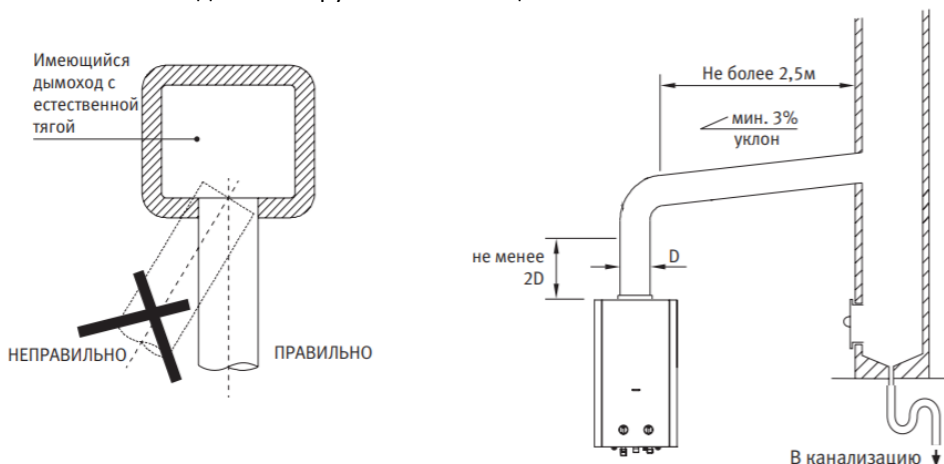

Рис.8
- Длина присоединительного участка должна по возможности быть как можно более короткой, с горизонтальным участком не более 2,5 м (см. рис.8);
- На выходе из водонагревателя присоединительный участок перед поворотом должен иметь вертикальный отрезок длиной не менее двух диаметров патрубка подключения дымохода (см. рис.8);
- После вертикального отрезка труба присоединительного участка должна иметь постоянный восходящий уклон не менее 3% в сторону водонагревателя (см. рис.8);
- Выпускная труба должна иметь перпендикулярное присоединение относительно противоположной внутренней стенки дымохода (см. рис.8);